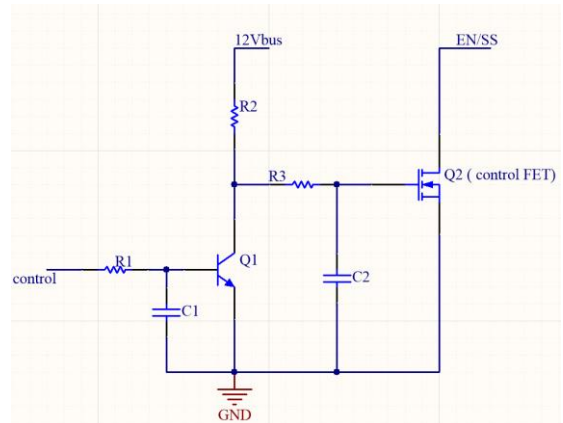

Fig10 典型外接时序控制电路
图10中是实际应用中常用的外接时序控制电路，把它接到TPS56121上进行下电时序控制。当control FET导通的时候，使能管脚被拉低。control FET的控制信号来源于母线电压。当控制芯片下电时，如果母线电压不稳，control FET是逐渐开通的，那么C_{SS}上面的电压就缓慢降低，直到低于EN的使能门限0.3V。而在这个过程中，如前所述，由于SS/EN是复用的，当其管脚电压处于0.8V到1.4V的范围时也作为缓启动时候的基准电压，在这一阶段基准电压也在缓慢下降。因为输出电压高于基准电压，控制环路就会让下管开通进行放电。如果输出端此时没有负载或者处于轻载情况，输出电容上的大量电荷就会通过下管释放，存在反向电流。如果反向电流很大，甚至达到电感饱和电流点，那么下管可能会损坏，实测波形如图Fig 11a所示。
- a. 快速关断，将EN/SS管脚快速拉到关断门限以下。这样可以使倒灌电流不会超过电感饱和值或是开关管的最大通流值。这个可以通过更改图中的control FET门极的驱动参数来实现，即Fig 10中的R1,R2,R3和C1,C2。